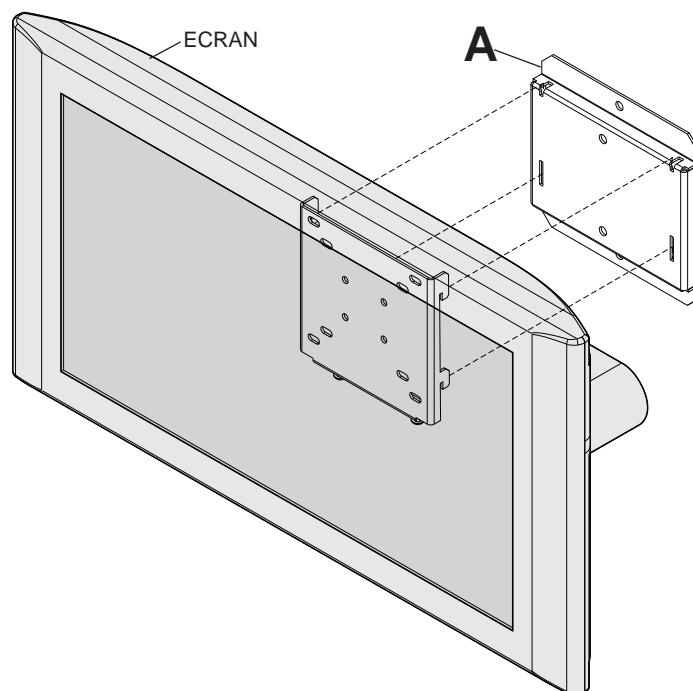

fig. 6.1
- 6** Accrochez l'écran à la plaque murale (A) figure 6.1. Serrez les vis M5 x 12 mm (C), comme illustré à la figure 6.2 et dans le dessin de détail 1.